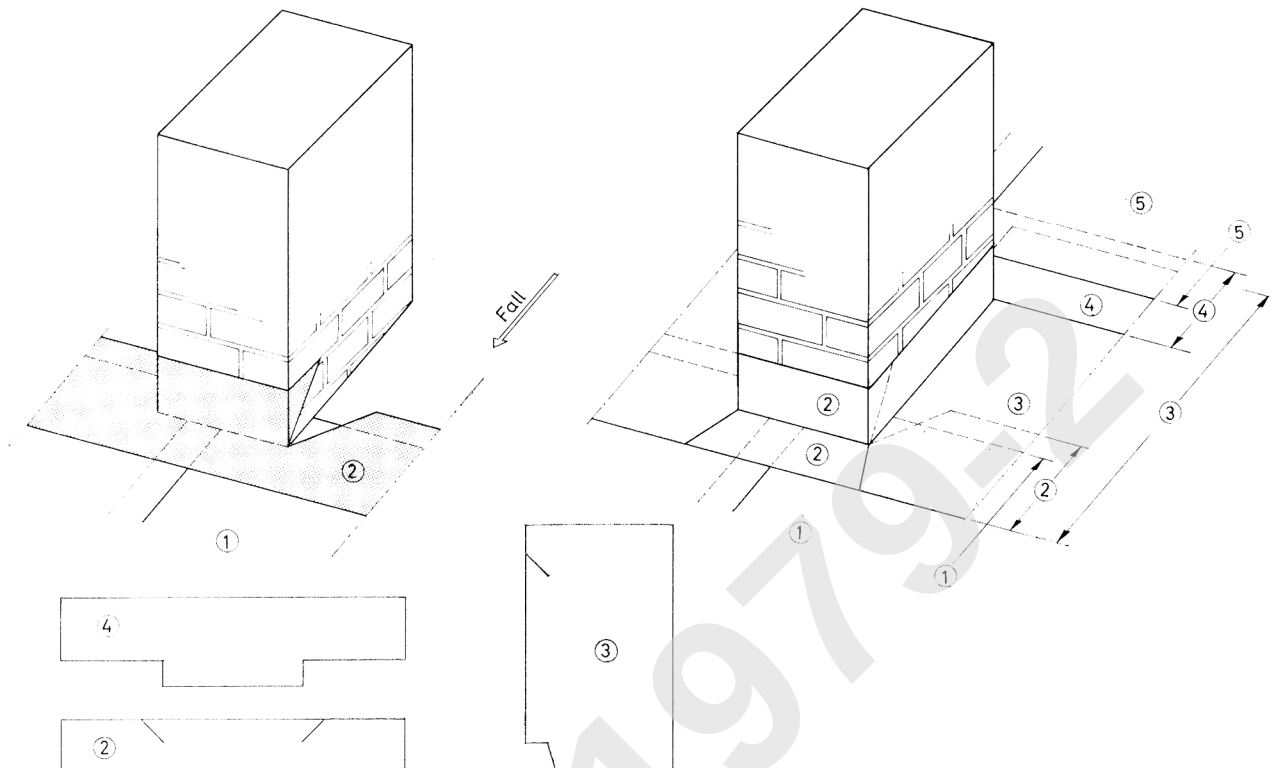

Fig. 22.
- 22 Inntekking av pipe, se fig. 22.